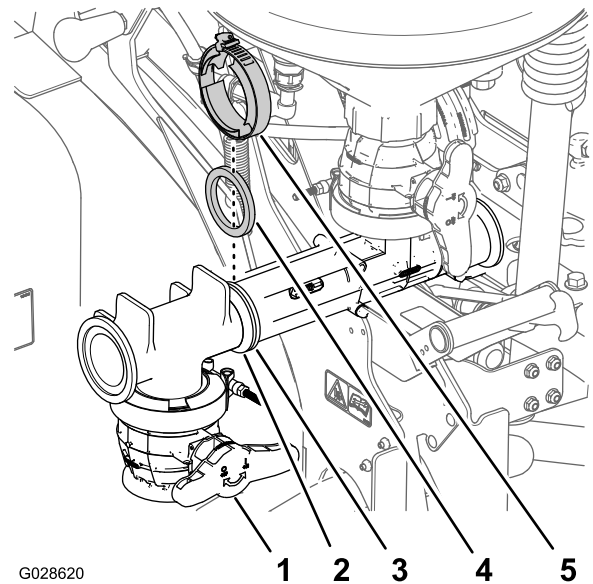

Figura 14
1. Alinee la brida del acoplamiento en T superior con la brida delantera del eyector (Figura 14).
2. Sujete el acoplamiento en T al eyector con una junta y una brida de fijación (Figura 14).